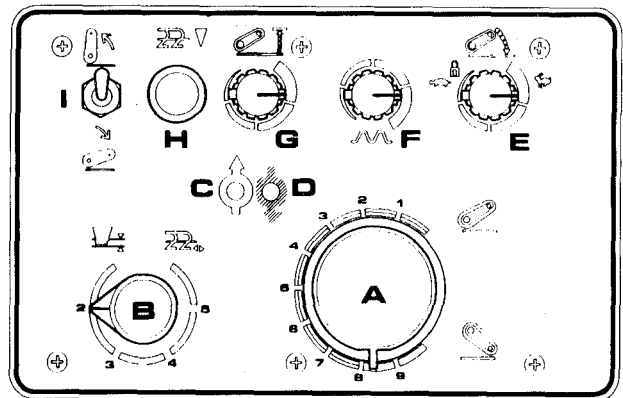
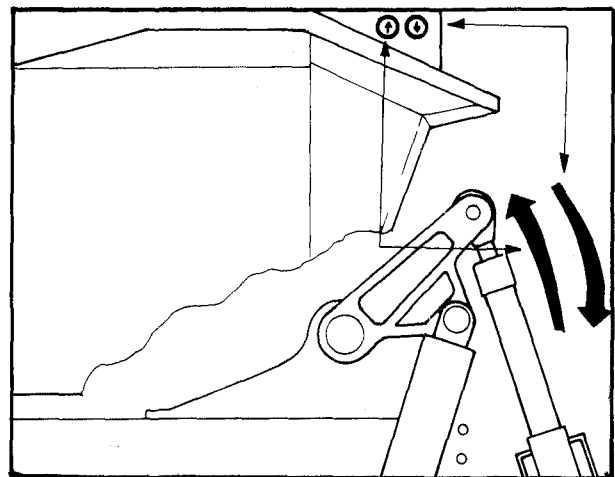

Fig. 8.
Fig. 12.
## 'ELECTRONIC' HEFINRICHTING (FIG. 8)
Zet de knop (B fig. 8) op positieregeling.
- Stel de hoogte van de trekstangen af met de regelknop (A fig. 8). De indikatielampjes (C en D fig. 8) zullen aangeven of de hefinrichting omhoog of naar beneden gaat.
Voordat de uitwendige bediening gebruikt kan worden moet de schakelaar heffen/zakken (1 fig. 8) in de neutrale stand of in de stand 'zakken' staan.
Wanneer schakelaar (1 fig. 8) in de neutrale stand of stand 'zakken' staat, zal men door het indrukken van de uitwendige bedieningsknoppen de hefinrichting op of neer kunnen laten (fig. 12).
Om de bediening weer om te schakelen naar het bedieningspaneel, wordt schakelaar (1 fig. 8) in de stand 'heffen' gezet en daarna op 'zakken'.